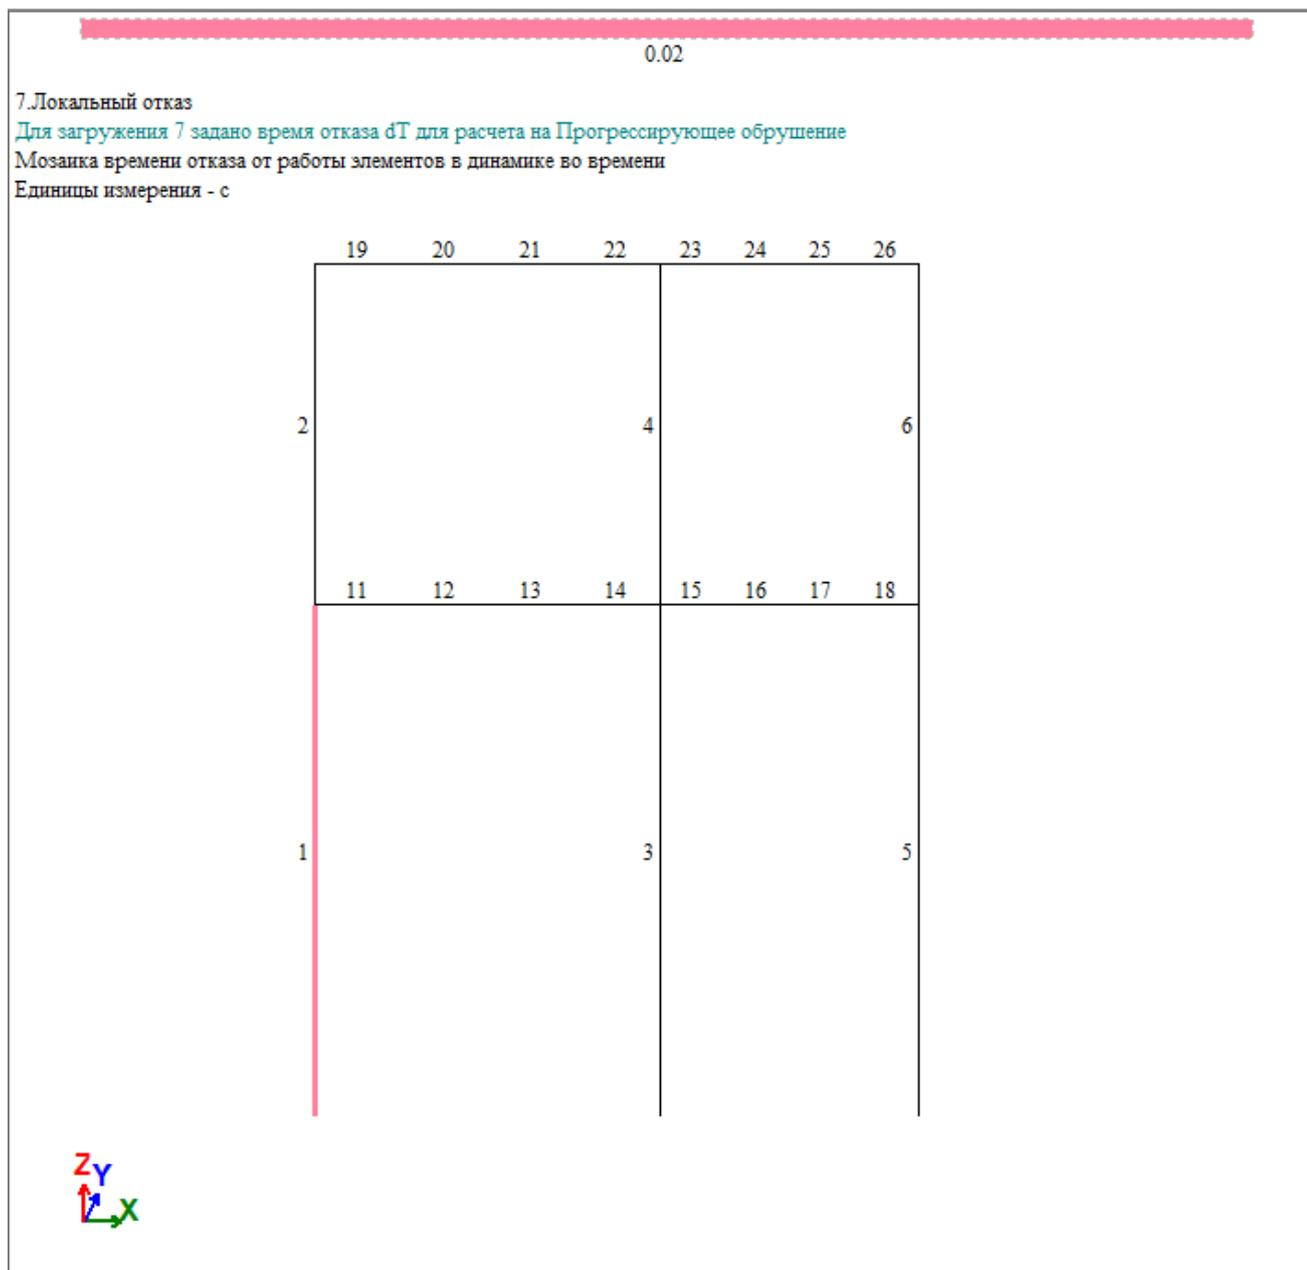

Рис.16.39 Мозаика времени отказа от работы элементов в динамике во времени
- В появившемся диалоговом окне щёлкните на кнопку **Показать мозаику свойств текущей закладки**. На экран будет выведена мозаика времени отказа от работы элементов в динамике во времени (Рис. 16.39);